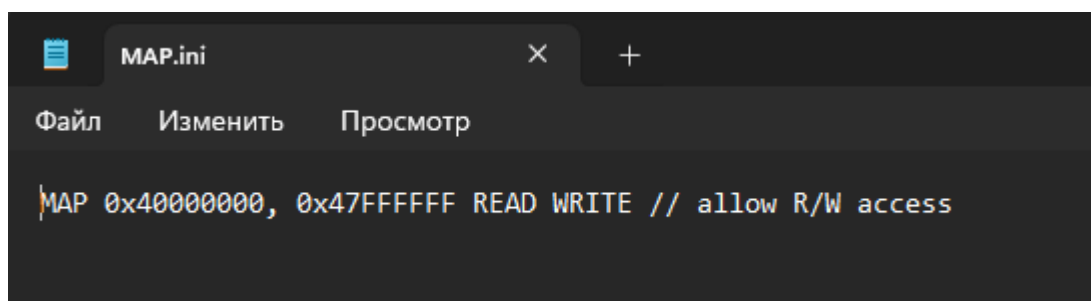

Рисунок 5 — Настройка файла map.ini
3.3 Была выполнена настройка режима отладки для проекта. Необходимо сформировать в папке проекта файл MAP.ini (рис.5).